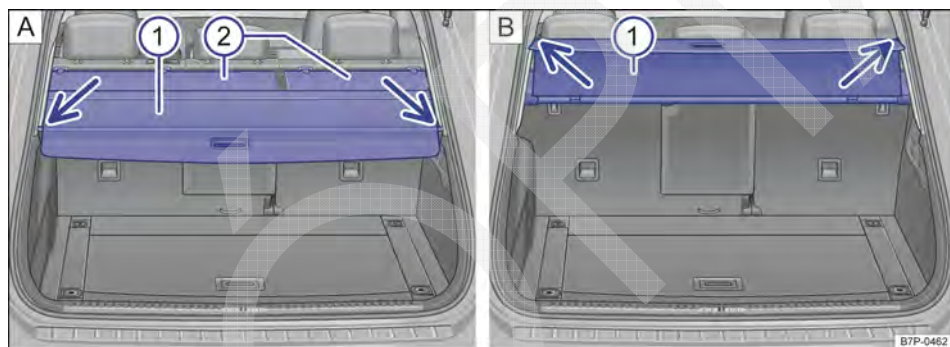
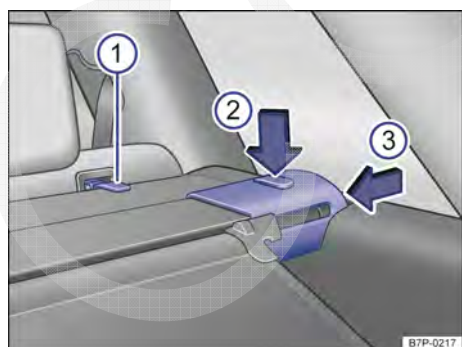

Fig. 208 No compartimento de bagagem: cobertura do compartimento A fechada e B na posição de conforto.
Fig. 209 No compartimento de bagagem: desinstalar cobertura do compartimento de bagagem.
- Puxar a cobertura do compartimento de bagagem → Fig. 208 1 pela alça um pouco para trás.
- Desprender a cobertura do compartimento de bagagem dos suportes laterais → Fig. 208 A (setas) para baixo e conduzir a cobertura do compartimento de bagagem manualmente para frente.
- Prender a cobertura do compartimento de bagagem nos suportes laterais à direita e à esquerda → Fig. 208 (setas).
A cobertura do compartimento de bagagem pode ser colocada em uma posição mais alta que facilita o carregamento → Fig. 208 B.
- Se for o caso, desenganchar a cobertura da abertura 2 A dos olhais de retenção dos encostos do banco traseiro → Fig. 209 1.
- Colocar primeiramente a cobertura do compartimento de bagagem → Fig. 208 1 no alojamento esquerdo.
- Pressionar o botão de destravamento → Fig. 209 2 para baixo e comprimir a cobertura do compartimento de bagagem 3.
- Se for o caso, enganchar novamente a cobertura da abertura → Fig. 208 2 A nos olhais de retenção dos encostos do banco traseiro → Fig. 209 1.